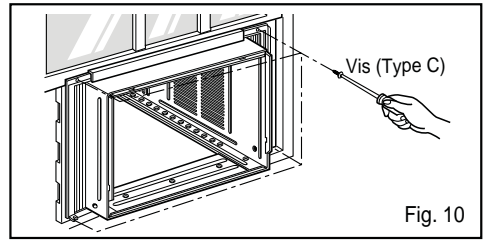

Fig. 10
4. Fixez chaque Rideau du cadre au châssis de la fenêtre au moyen d'une vis (Type C). (Voir Fig. 10)